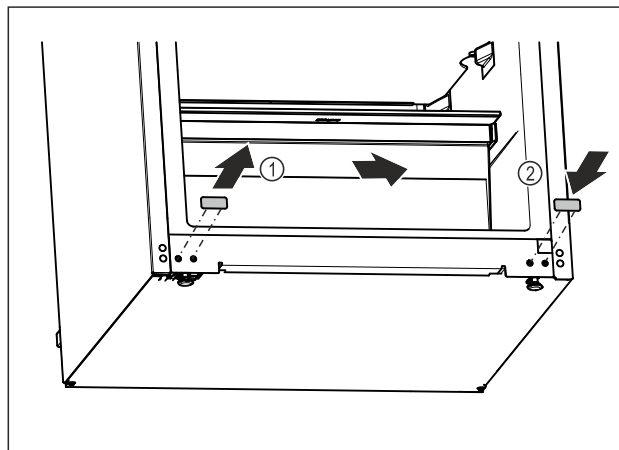

Fig. 16
- Vytiahnite kryciu zátku. Fig. 16 (1)
- Nasadte kryciu zátku na opačnú stranu. Fig. 16 (2)